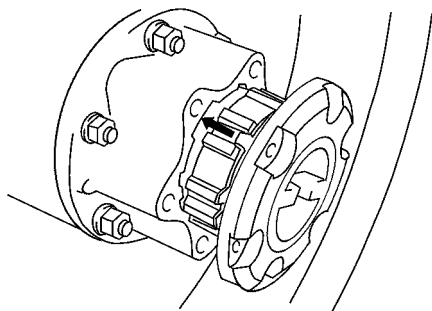

图 14-49 将罩盖装到自由轮毂体上
2) 将罩盖装到自由轮毂体上, 安装时要使棘爪翼片与轮毂体上的无齿部分对准, 如图 14-49 所示。